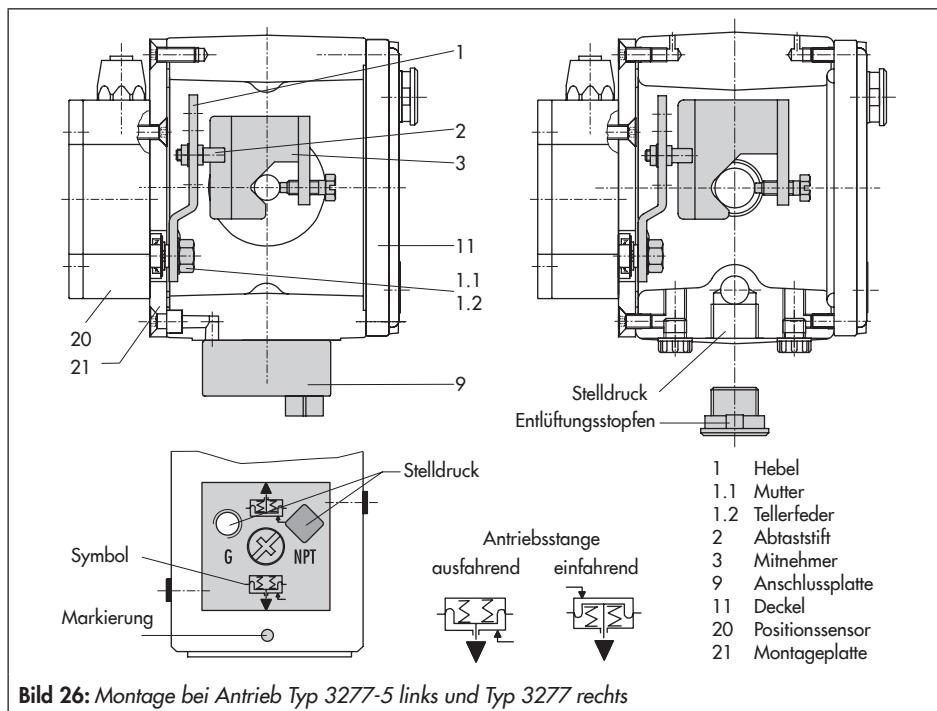

Bild 26: Montage bei Antrieb Typ 3277-5 links und Typ 3277 rechts
Der Stelldruck vom Stellungsregler wird über den Stelldruckanschluss der Anschlussplatte (9, Bild 26 links) auf die Membrankammer des Antriebs geführt. Dazu zunächst die Anschlussplatte (9) aus dem Zubehör am Joch des Antriebs verschrauben.
- Anschlussplatte (9) dabei so drehen, dass das für die Sicherheitsstellung richtige Bildsymbol „Antriebsstange ausfahrend“ oder „Antriebsstange einfahrend“ nach der Markierung ausgerichtet ist (Bild 26 unten).
- Unbedingt darauf achten, dass die Flachdichtung der Anschlussplatte (9) richtig eingelegt ist.